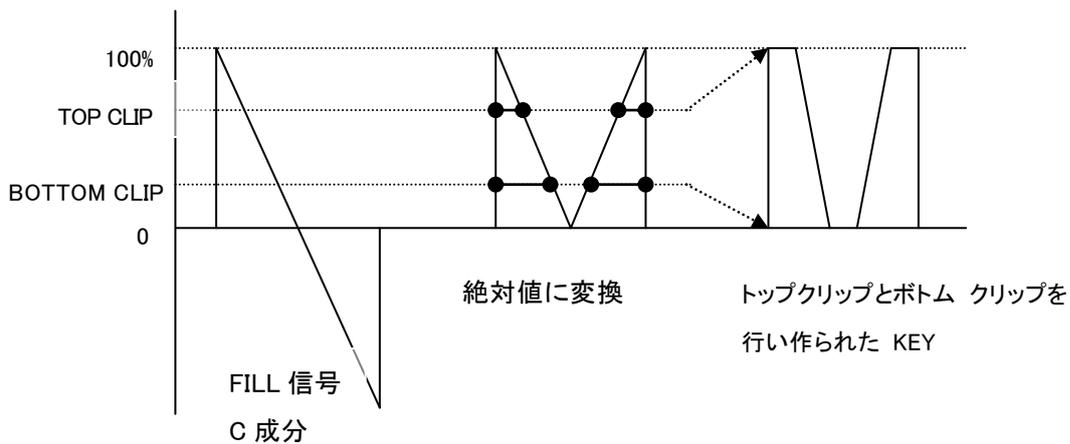

図4-6 SELF KEY C成分からのKEY生成
2) C 成分から KEY を作る様子を図 4-6、4-7 に示します。